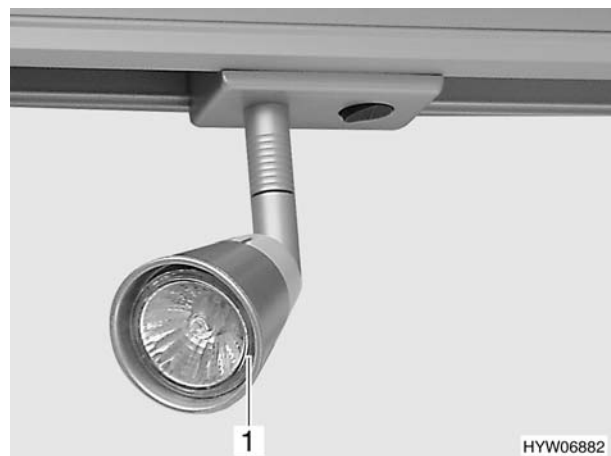

Fig. 89 Faretto
- Afferrare il bordo dello faretto (Fig. 89,1) e tirarlo in avanti.